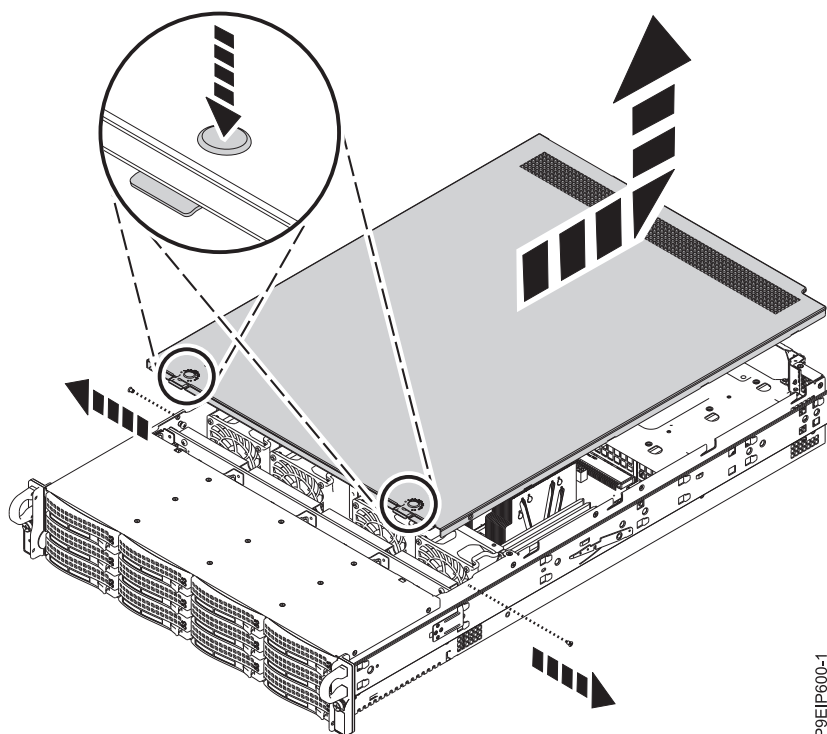

Figura 67. Liberación y apertura de la cubierta
3. Presione los dos botones en la cubierta superior para liberar los pestillos como se muestra en la Figura 67, y empuje la cubierta hacia atrás 1 cm (0,5 pulgadas) hasta que se detenga. Si los botones no se presionan fácilmente, extraiga un poco las unidades directamente debajo de los botones.